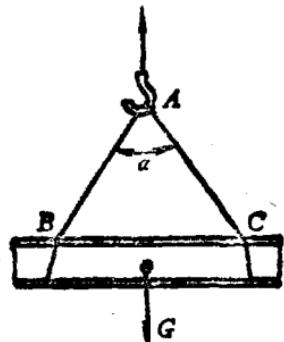

图 4
4. 在图 4 中已知钢轨重为  $G = 10\text{kN}$ , 钢丝绳的夹角为  $\alpha$ , 试分别计算 1)  $\alpha = 60^\circ$ 、2)  $\alpha = 90^\circ$ 、3)  $\alpha = 120^\circ$  三种情况下钢丝绳的拉力。又问当  $\alpha$  逐渐增加时, 拉力如何变